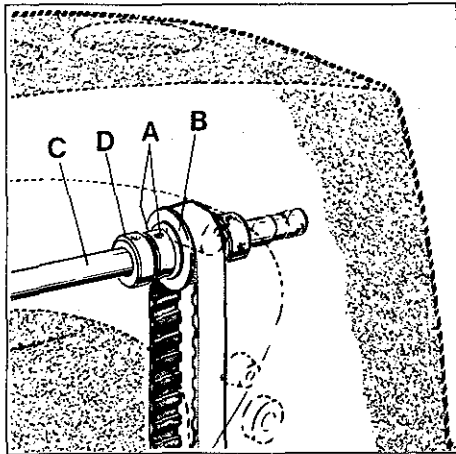

Fig.38
While rotating pulley in operating direction, the spreader should begin to move from its extreme left position to the right as the needle bar descends 1.5 to 2.0 mm (.060 to .080 in.) from top of stroke. Adjustment for timing the spreader travel can be made by loosening the two screws (A, Fig. 38) in the hub of sprocket (B), right inside the arm casting, advance or retard sprocket on shaft for spreader drive (C) as required. Thrust hub of sprocket against collar (D) when retightening screws (A).
Drehen Sie die Handrad-Riemenscheibe in Nährichtung, der Leger soll beginnen sich aus seiner linken Endstellung nach rechts zu bewegen, wenn sich die Nadelstange von ihrer obersten Stellung etwa 1,5 bis 2,0 mm nach unten bewegt hat. Die Legeberewegung läßt sich nach Lösen der beiden Schrauben (A, Fig. 38) in der Nabe des Zahnriemenrades (B), rechts im Maschinenarm und entsprechendes vor- oder zurückdrehen des Zahnriemenrades auf der Welle für Legerantrieb (C) zeitlich abstimmen. Beachten Sie, daß die Nabe des Zahnriemenrads am Stelling (D) anliegt, wenn Sie die Schrauben (A) wieder anziehen.